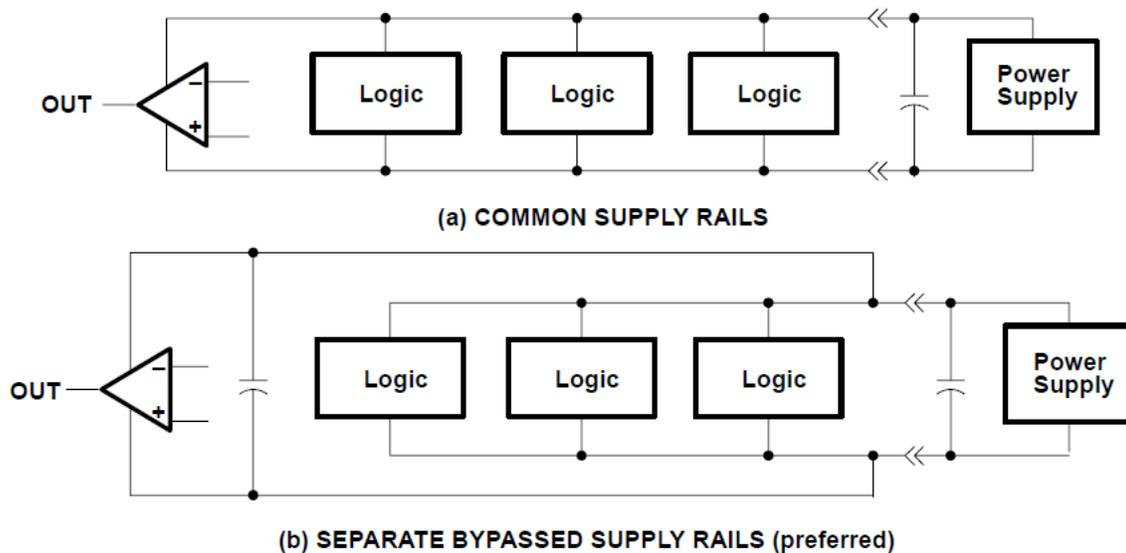

图 6-3. 公共电源导轨与独立电源导轨
1. 通过单独的旁路电源线为线性器件供电（请参阅图 6-3）；否则，线性器件电源导轨可能会由于数字逻辑中的高开关电流引起的压降而波动。